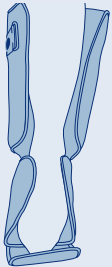

Fig.1
1. Rimuovere l'ortesi dall'involucro di plastica. Aprire tutti i nastri a strappo delle cinghie e richiuderli su se stessi, ad eccezione di quello superiore. Staccare l'imbottitura dalla base, avendo cura di sfilare la cinghia superiore. (fig.1)
2. Aprire le chiusure frontali dell'imbottitura. Chiedere al paziente di posizionare il piede e il polpaccio nell'imbottitura. (fig.1)